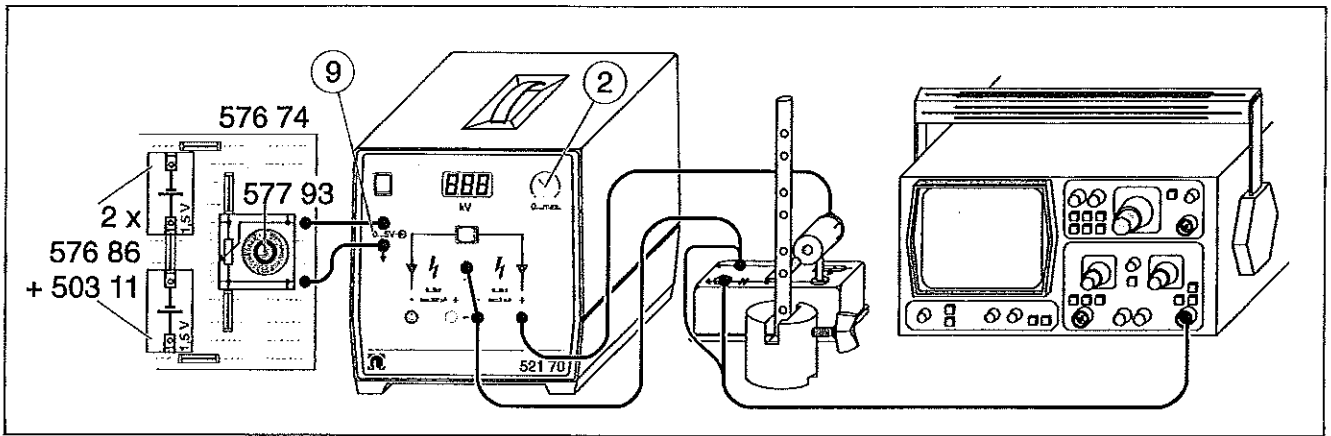

Fig. 4
- qui exigent un réglage précis de la haute tension (voir fig. 4) ou
- que requieren un ajuste fino de la alta tensión (véase la Fig. 4) ó